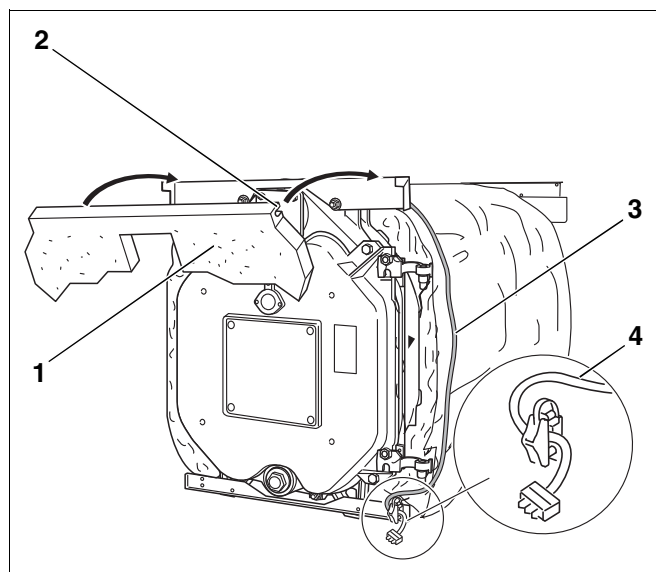

Рис. 34 Установка передней теплоизоляции
- Установить переднюю теплоизоляцию (рис. 34, поз. 1) с вырезом (рис. 34, поз. 2) в переднюю отбортовку верхней траверсы.
- Провести кабель горелки (рис. 34, поз. 3) по теплоизоляции вниз по боковой стороне котлового блока.
- Прикрепить кабель горелки фиксатором с двумя болтами к нижней поперечной траверсе (рис. 34, поз. 4).